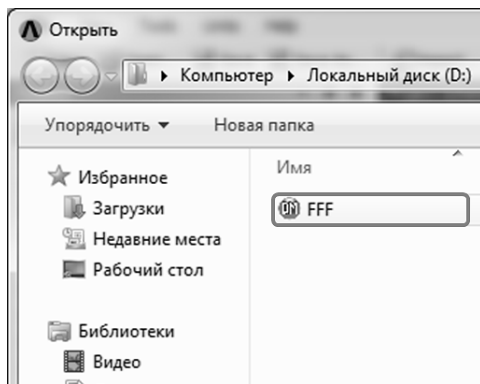

Рис. 2.6
6) В появившемся окне выбираем файл, в котором хранится геометрия трубы, созданная нами в предыдущей задаче, рис. 2.6.